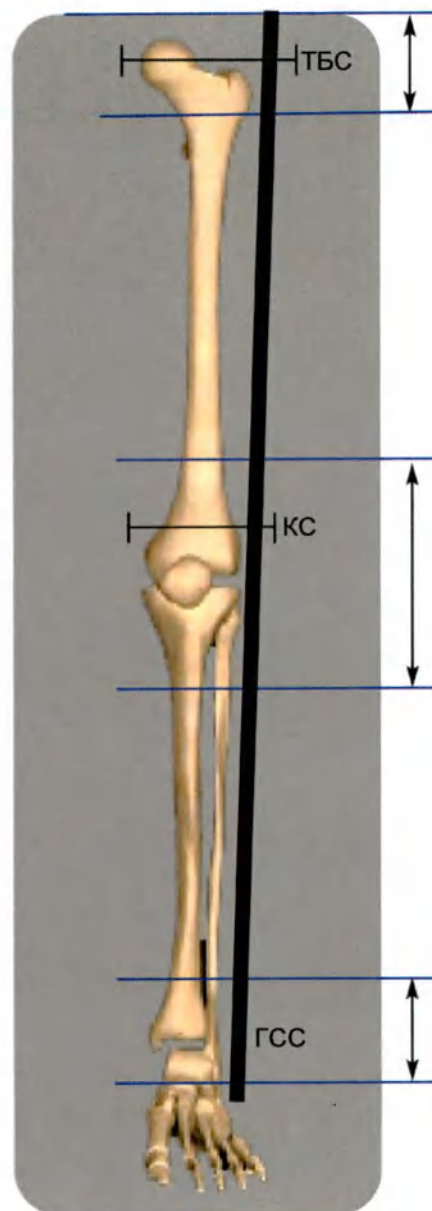

Рис. 1. Участки и характеристики сканирования
- Исследуемые области, указанные на Рис. 1, видны в наборе данных